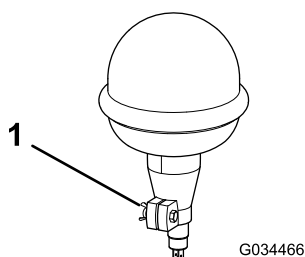

Figura 11
- Desaperte a porca de orelhas no sinal luminoso (Figura 11).